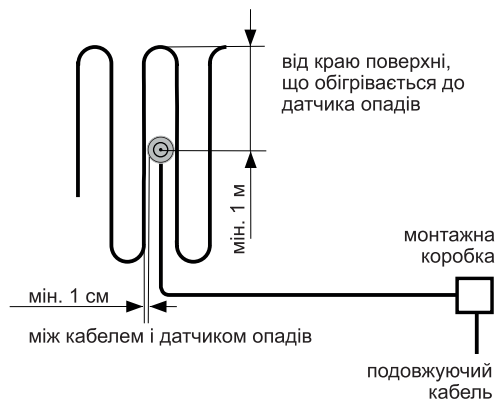

Рисунок 3. Правила розташування датчика опадів та нагрівального кабелю при підігріві ґрунту
- датчик опадів повинен розташовуватися всередині поверхні, що обігрівається і як мінімум в 1 м від її краю (рис. 3);